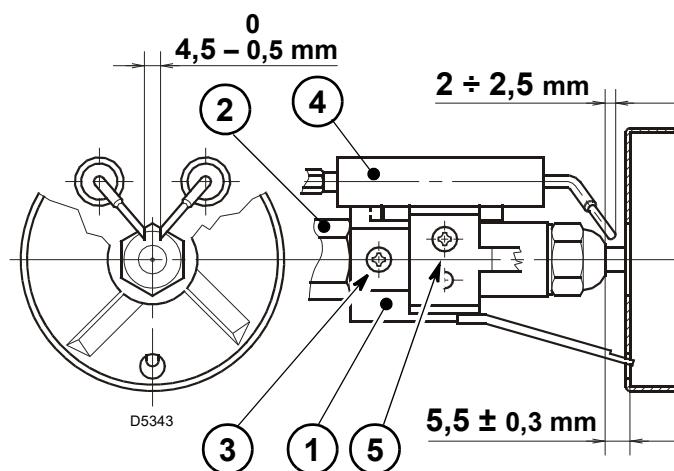

Fig. 10
Le misure in Fig. 10 devono essere rispettate.
- Appoggiare il gruppo supporto elica 1)(Fig. 10) al portaugello 2)(Fig. 10) e bloccare con la vite 3)(Fig. 10). Per eventuali aggiustamenti del gruppo elettrodi 4) allentare la vite 5)(Fig. 10).
- Sfilare i cavetti 4) dagli elettrodi, allentare la vite 3)(Fig. 10) ed estrarre il gruppo supporto elica 5) dal gruppo portaugello 7).